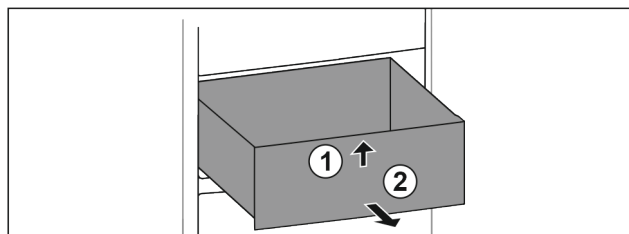

Fig. 109
- Ngrini lart sirtarin në pjesën përpara. Fig. 109 (1)
- Hiqeni sirtarin nga përpara. Fig. 109 (2)